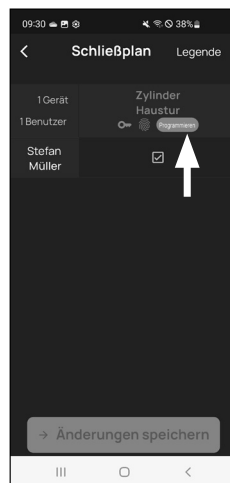

Abb. 4
- 5 Si des modifications ont été apportées au plan de fermeture, l'affichage du cylindre respectif apparaît en rouge et est complété par le bouton « Programmation ». L'application vous informe ainsi que les réglages n'ont pas encore été transférés au cylindre. Pour ce faire, appuyez sur le bouton rouge « Programmation » du cylindre respectif (Fig. 4).